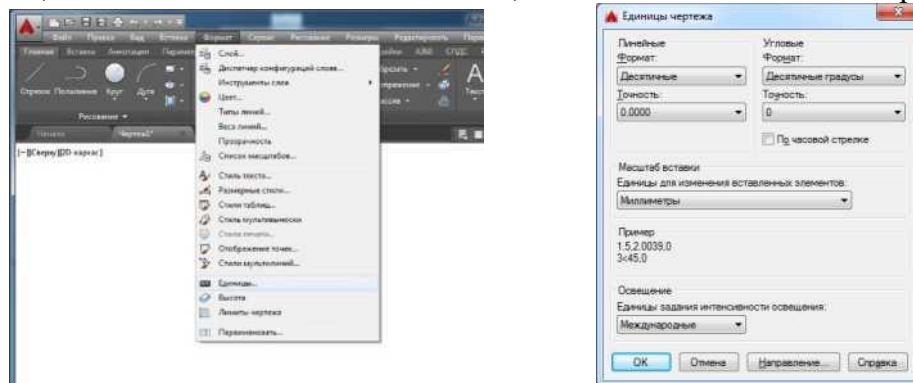

Рис. 1
2. Вызовите из меню пункт *Формат ^ Единицы....* Откроется диалоговое окно "Единицы чертежа" (рис. 1). Выберите единицы измерения - "Десятичные", "Точность" - 2 знака после запятой (обычно этого достаточно).